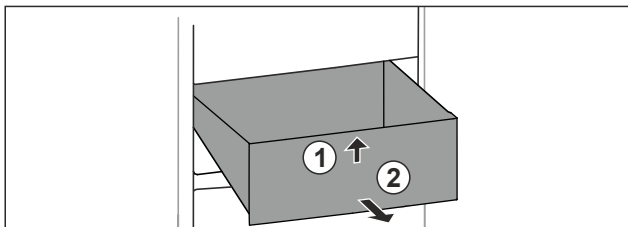

Fig. 71
- ▶ Løft skuffen fremefter. Fig. 71 (1)
- ▶ Tag skuffen ud fremefter. Fig. 71 (2)